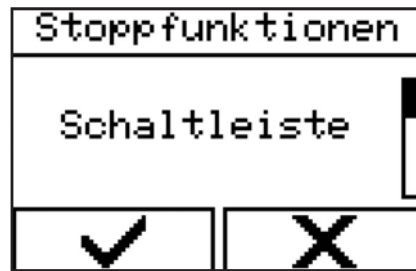

Abbildung 103 - Menü auswählen
1. Menü über „Steuerung“ → „Stoppfunktionen“ → „Schaltleiste“ (Abbildung 103) auswählen.